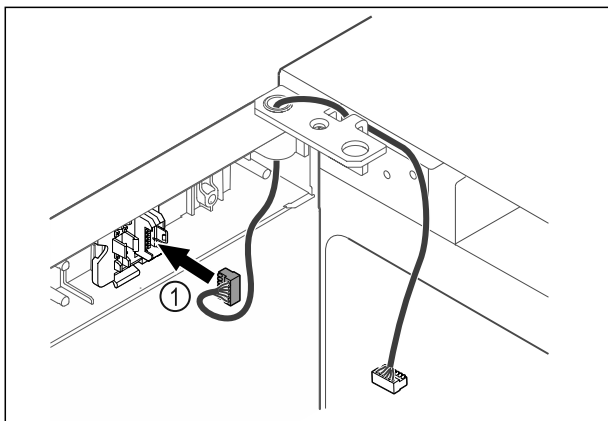

Fig. 33
- Dugja be a dugót *Fig. 33 (1)* a dugófoglatba. -vagy-